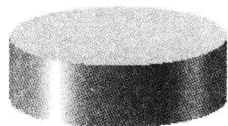
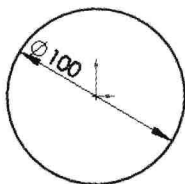
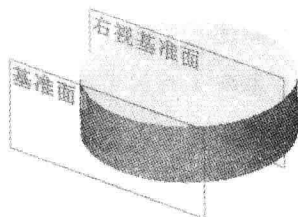

图 1.2 凸台-拉伸 1
图 1.3 横断面草图
图 1.4 基准面 1
Step2. 创建图 1.2 所示的零件基础特征——凸台-拉伸 1。
(1) 选择命令。选择下拉菜单 **插入(I)** → **凸台/基体(B)** → **拉伸(S)...** 命令（或单击“特征(F)”工具栏中的  按钮）。
(2) 定义特征的横断面草图。
① 定义草图基准面。选取上视基准面作为草图基准面。
② 定义横断面草图。在草图绘制环境中绘制图 1.3 所示的横断面草图。
③ 选择下拉菜单 **插入(I)** → **退出草图** 命令，系统返回“凸台-拉伸”窗口。
(3) 定义拉伸深度属性。
① 定义深度方向。采用系统默认的深度方向。
② 定义深度类型和深度值。在“凸台-拉伸”窗口 **方向1** 区域的下拉列表中选择 **两侧对称** 选项，输入深度数值 30.0。
(4) 单击  按钮，完成凸台-拉伸 1 的创作。
Step3. 创建图 1.4 所示的基准面 1。
(1) 选择命令。选择下拉菜单 **插入(I)** → **参考几何体(G)** → **基准面(E)...** 命令，